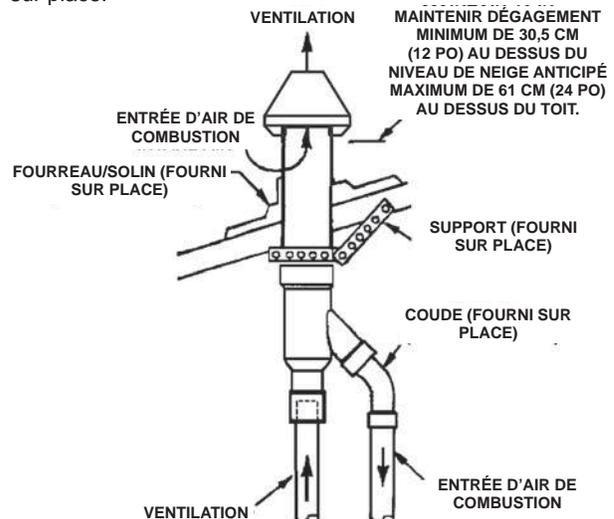

Figure 28
- Fixer l'ensemble à la structure du toit tel qu'illustré dans la Figure 28 à l'aide du cerclage en métal fourni sur site ou de matériaux de support équivalents.
REMARQUE : S'assurer que la hauteur de la terminaison soit au dessus de la surface du toit ou du niveau de neige anticipé tel qu'illustré à la Figure 28.
- Cimenter les tuyaux d'entrée d'air de combustion et de ventilation du chauffe-eau à l'ensemble terminaison de ventilation concentrique. Voir Figure 28 pour un raccordement de tuyau approprié.